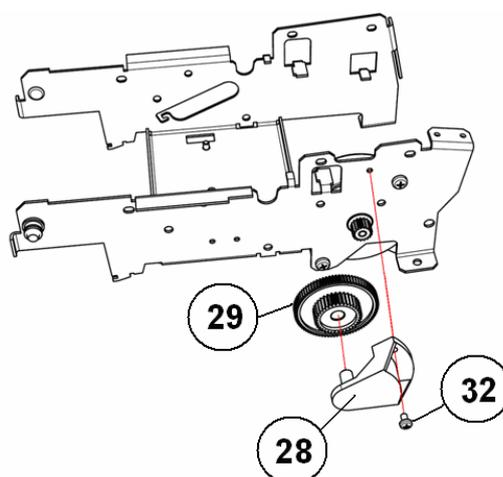

Рисунок 24 – Крепление блок колес зубчатых
- ♦ Снимите блок колес зубчатых (рис. 24, поз 29), открутив винт, удерживающий кронштейн (поз. 28);